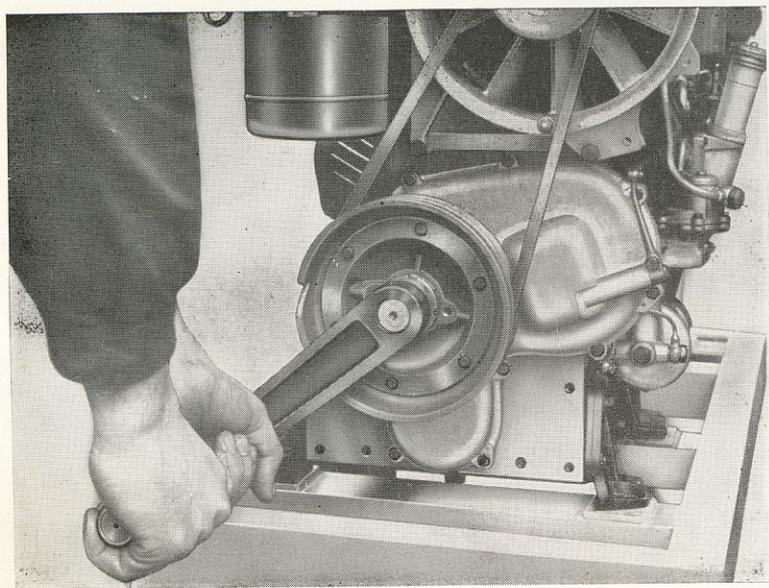

Fig. 4
**a) Mediante manovella - 1)** Portare il manettino dell'acceleratore a metà corsa; **2)** Tirare il pomello azionante il supplemento nafta; **3)** Innestare la manovella e ruotare l'albero motore fino ad incontrare la prima fase di compressione: a questo punto la manovella dovrà venirsi a trovare disposta in basso, a sinistra dell'operatore (vedi fig. 4). In difetto, correggere la posizione spostando la manovella nella posizione predetta, far compiere 3/4 di giro all'albero motore per superare anche la seconda fase di compressione; **6)** Abbassare la leva di decompressione; **7)** Impugnare saldamente la manovella e mettere in rapida rotazione il motore, in modo da imprimergli una certa velocità prima di giungere alla successiva fase di compressione **che dovrà essere superata con un energico strappo.**